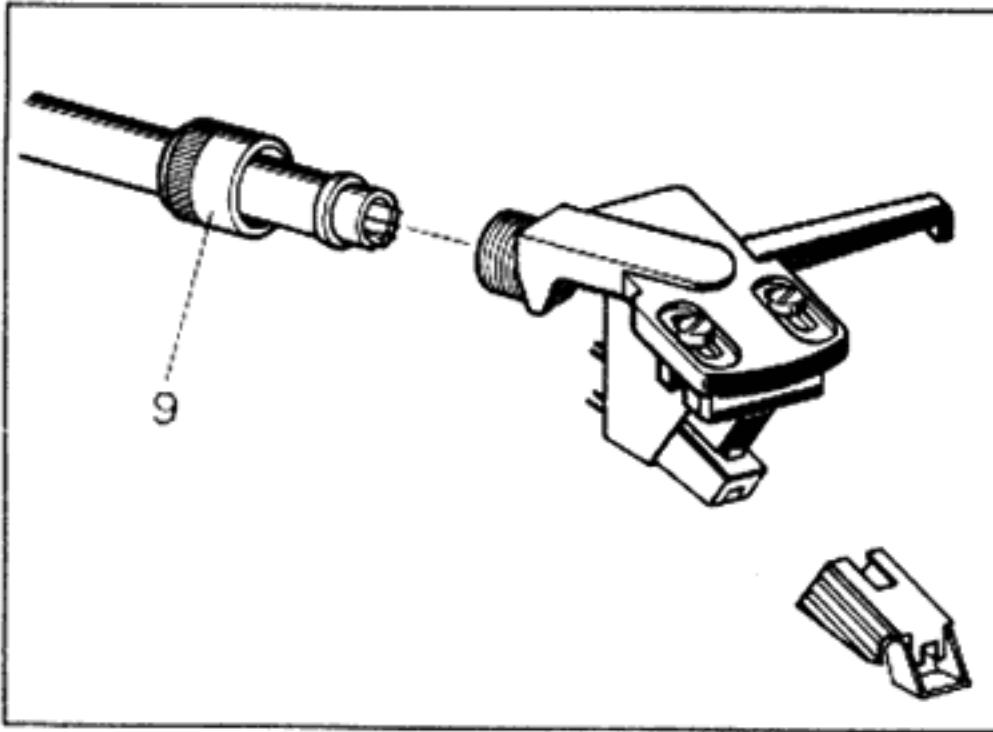

Fig. 4
- Mutter **9** lösen, und Tonkopf nach vorne abziehen (Fig. 4). Tonabnehmer durch Lösen der zwei Befestigungsschrauben **10** abnehmen.